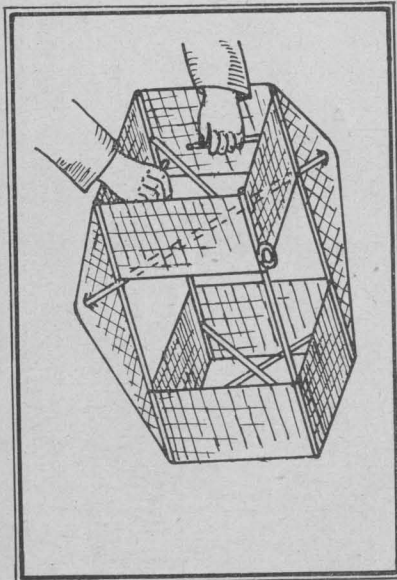

Abb. 17. Drachen: Zusammenstecken der Diagonalstäbe
e) Einstecken der 50-cm-Diagonalstäbe in die T-Röhren innerhalb des oberen und unteren Kastens. Verbinden der kurz angelenkten Stäbchen mit dem Überwurfrohr. Hierdurch wird die Spannung in den Drachen gebracht. Vorsicht, damit keine Stäbe zerbrechen (s. Abb. 17).